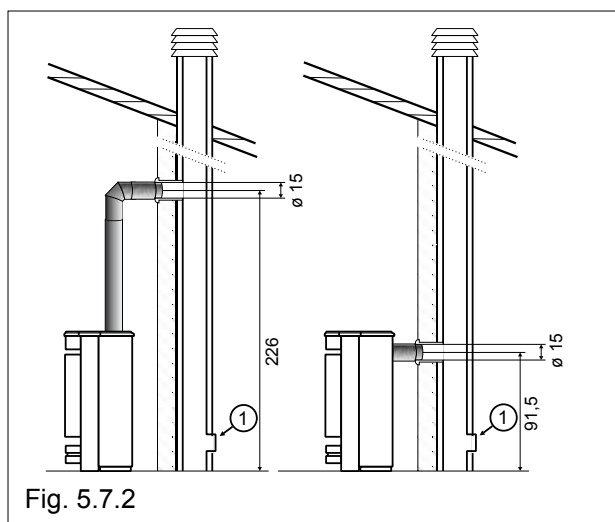

Fig. 5.7.2
- 226 cm nel caso di uscita fumi superiore; questa altezza è stata calcolata nel caso di utilizzo del Kit Raccordo Canna Fumaria opzionale (Fig.5.7.2 Legenda: 1= ispezione)
- 226 cm if the smoke outlet is at the top. This height has been calculated if the optional Flue Connection Kit is used (Fig. 5.7.2 - Legend: 1=inspection).
- 226 cm, wenn es sich um den oberen Rauchausgang handelt; diese Höhe ist bei Verwendung des auf Anfrage erhältliche Rauchfang-Anschlusssets vorgesehen. (Abb. 5.7.2 Zeichenerklärung: 1=Inspektion)